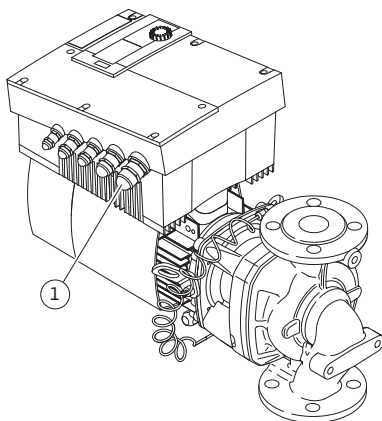

Fig. 27: Kabelverschraubung M25
- Die Netzanschlussleitung ist durch die Kabelverschraubung M25 (Fig. 27, Pos. 1) zu führen.